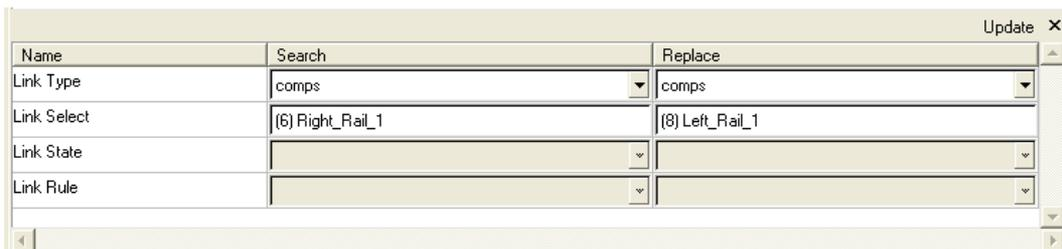

图 6-50 Link Select 设置
(8) 在刚刚弹出的 update 窗口中，将 Search 栏下 Link Type 的设置为 comps。
(9) 单击 Search 栏下的 Link Select，打开一个 component 选择面板。如图 6-50 所示。
(10) 单击 component，选择 component Right_Rail_1。
(11) 单击 proceed 按钮。此时在 Connector Browser 中 Search 栏下的 Link Select 中设置为 Right_Rail_1。
(12) 将 Replace 栏下 Link Type 的设置为 comps。
(13) 单击 Replace 栏下的 Link Select，打开一个 component 选择面板。
(14) 单击 component，选择 component Left_Rail_1。
(15) 单击 proceed 按钮。此时在 Connector Browser 中，Replace 栏下的 Link Select 中设置为 Left_Rail_1，如图 6-50 所示。